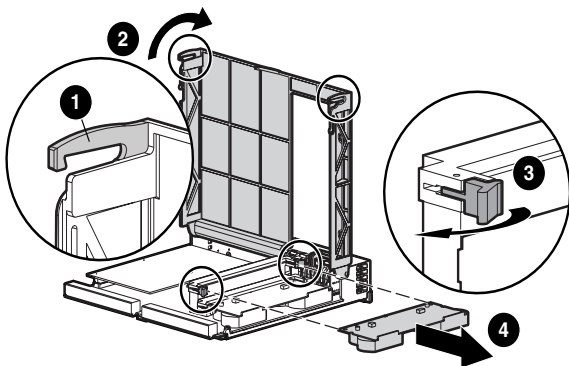

Figura 3: Rimozione del modulo della cache
Nota: Il controller mostrato nella Figura 3 è stato ruotato in modo da rendere visibili le parti laterale e posteriore.
1. Individuare i fermagli di aggancio del coperchio ❶ sulla parte posteriore, inferiore sinistra e destra del modulo mantenendo il controller in posizione verticale con la maniglia della levetta rivolta verso di sé.
2. Sbloccare i fermagli di aggancio del coperchio ❶ sulla parte posteriore del controller e sollevare il coperchio ❷. Vedere la Figura 3.
3. Sbloccare contemporaneamente i fermagli che fissano in posizione il modulo della cache ❸.
4. Estrarre con cautela il modulo della cache dalla scheda del controller ❹.